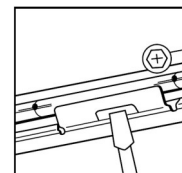

Fig. 6
5. Deslice el accesorio a lo largo de los estribos de suspensión hasta alcanzar la ubicación deseada. Utilice tornillos de bloqueo o la ranura para asegurarlo (Fig. 6).